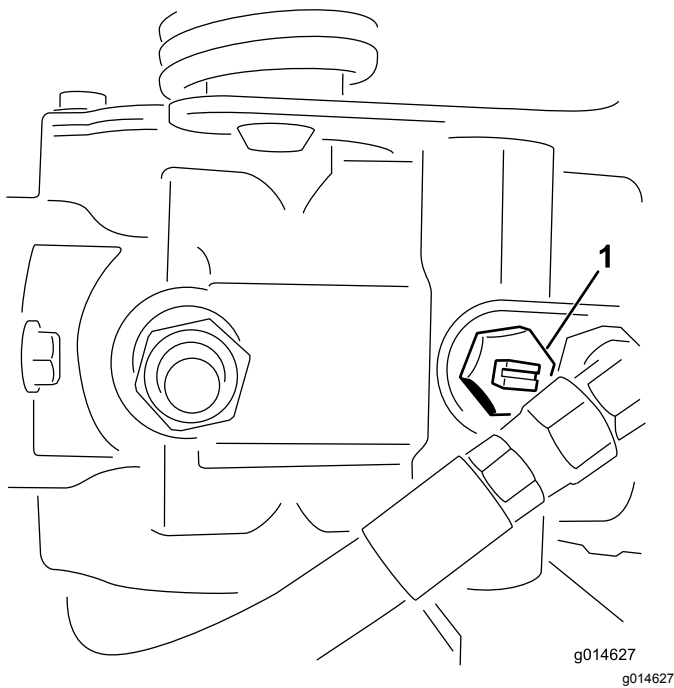

Figura 25
1. Localize a válvula de derivação na bomba e rode-a de forma a que a ranhura fique na vertical (Figura 25).
2. Antes de ligar o motor, feche a válvula de derivação rodando-a de forma a que a ranhura fique na horizontal (Figura 25).